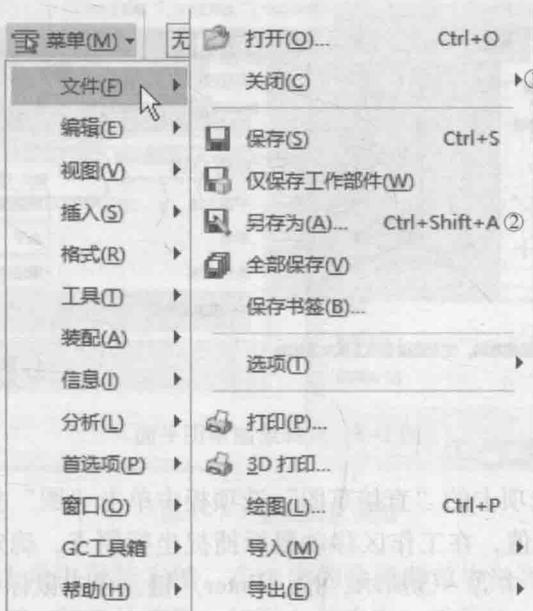

图 1-4 菜单
每个主菜单选项后都带有▶符号，表示该菜单还包括下拉菜单，而下拉菜单中的命令选项有可能还包含更深层次的下拉菜单，如图 1-4 中①所示。若菜单选项后带有组合键，则表示直接按组合键也可以执行该菜单命令，如图 1-4 中②所示。